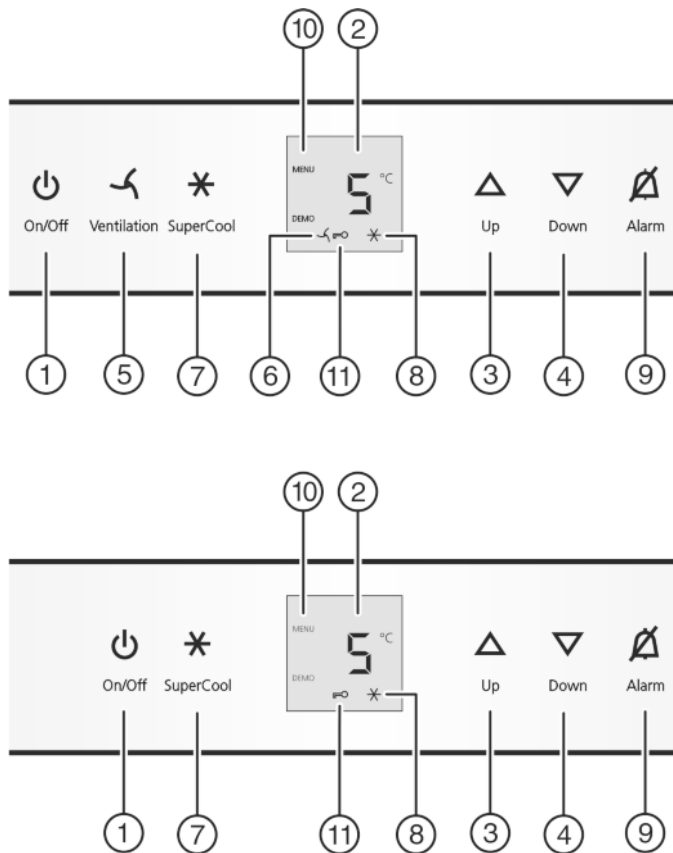

Fig. 2
- ▶ Taste On/Off Fig. 2 (1) drücken.
- ▶ Einstellmodus aktivieren: Taste SuperCool Fig. 2 (7) ca. 5 s drücken.
- ▶ Die Taste SuperCool Fig. 2 (7) kurz drücken, um zu bestätigen.
- ▶ Zum Einschalten der Kindersicherung Taste SuperCool Fig. 2 (7) kurz drücken.
- ▷ Das Symbol Kindersicherung Fig. 2 (11) leuchtet. In der Anzeige blinkt **c**.
- ▶ Zum Ausschalten der Kindersicherung Taste SuperCool Fig. 2 (7) kurz drücken.
- ▷ Das Symbol Kindersicherung Fig. 2 (11) erlischt. In der Anzeige blinkt **c**.
- ▶ Einstellmodus deaktivieren: Taste On/Off Fig. 2 (1) drücken.
- ▶ Taste Alarm Fig. 2 (9) drücken.
- ▶ Temperatur wärmer einstellen: Einstelltaste Up Fig. 2 (3) drücken.
- ▶ Temperatur kälter einstellen: Einstelltaste Down Fig. 2 (4) drücken.
- ▶ Taste SuperCool Fig. 2 (7) kurz drücken.
- ▷ Das Symbol SuperCool Fig. 2 (8) leuchtet in der Anzeige.
- ▷ Das Symbol SuperCool Fig. 2 (8) erlischt in der Anzeige.
- ▶ Taste Ventilation Fig. 2 (5) kurz drücken.
- ▷ Das Symbol Ventilation Fig. 2 (6) leuchtet.